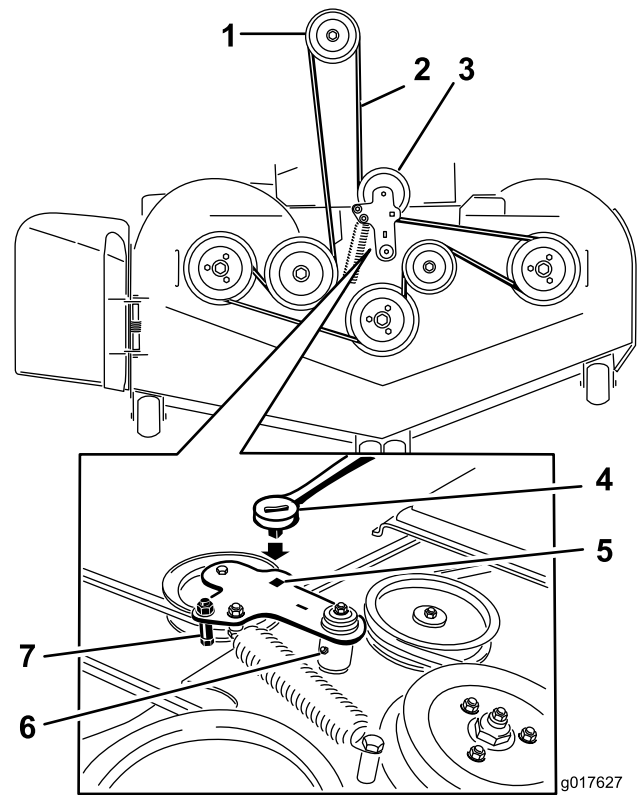

Figura 61
5. Utilice una llave de carraca en el taladro cuadrado del brazo tensor para aliviar la tensión del muelle tensor (Figura 61).
7. Instale la guía de la correa en el brazo tensor tensado con muelle (Figura 61).
9. Pase la correa nueva alrededor de las poleas del cortacésped y de la polea del embrague, debajo del motor (Figura 61).
10. Instale la guía de la correa en el brazo tensor (Figura 61).
11. Utilizando la llave de carraca en el taladro cuadrado, instale el muelle tensor (Figura 61).